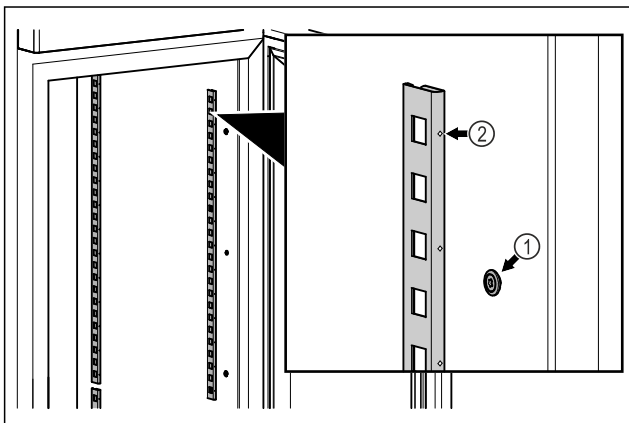

Fig. 56 Voorbeeld
- ▶ Vastzetstrips in de ophanging Fig. 56 (1) haken. Markering Fig. 56 (2) moet naar voren wijzen.